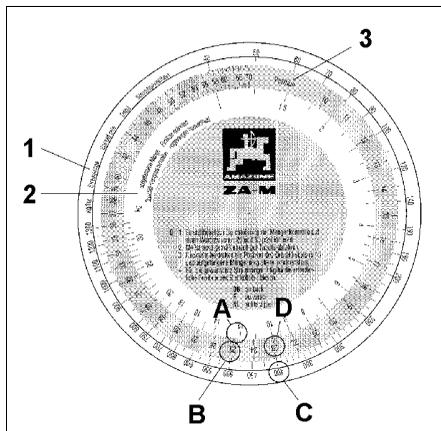

Fig. 31
2. La scala più interna bianca corrisponde alla quantità di fertilizzante radunata durante il test di calibrazione [kg] (Fig. 31/2).
3. La scala colorata centrale con le posizioni delle saracinesche (Position). (Fig. 31/3).
- Prendere il disco di calcolo sulla scala (Fig. 31/2) delle quantità [kg] guardare sulla cifra di Kg **12,5** (Fig. 31/A) ed allinearla alla posizione scelta delle saracinesche (Posizione) **25** (Fig. 31/B) sulla scala colorata centrale (Fig. 31/3).
- Guardare alla quantità di spandimento desiderata **400 kg/ha** (Fig. 31/C) e leggere la posizione richiesta delle saracinesche (posizione) **23** (Fig. 31/D)